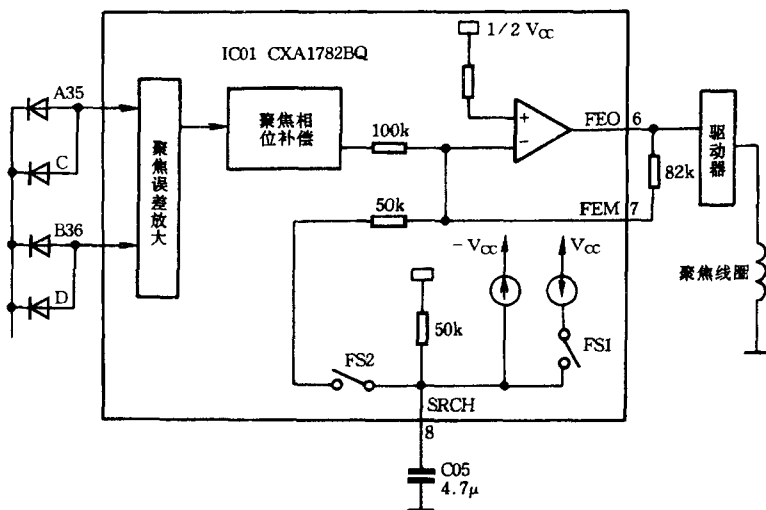

图5 聚焦伺服方框图
故障原因分析与排除方法 从故障现象来看,估计故障部位是在聚焦伺服电路中。图 5 表示 CXA1782BQ 的聚焦伺服方框图,内含聚焦伺服电路和聚焦搜索电路。片子正常工作时,通过聚焦伺服电路,调整激光头物镜的位置,使碟片信号面处于激光束的焦点位置。光电管检测从碟片信号反射回来的激光,然后转换成电信号,经放大、补偿,最后经聚焦误差放大器及驱动电路送入聚焦调节电磁线圈,驱动物镜作上下运动。第一次读取碟片信号时,激光头物镜都不处于聚焦误差 S 形曲线的跟踪范围,这时,控制器使 FS2 开关闭合,聚焦搜索电路开始工作。通过 FS1 开关的导通和断开形成的聚焦搜索信号经 FS2 开关、50k Ω 电阻后进入聚焦误差信号放大器,再进入驱动器电路后,使激光头物镜作较大幅度的升降,然后进入 S 形聚焦曲线的负反馈区域时,控制器输出一个聚焦 OK 信号(FOK),使 FS2 开关断开,这样就断开聚焦搜索信号,同时系统进入聚焦伺服状态。用来作为聚焦搜索波形的时间常数的电解电容 C05(外接于集成电路 CXA1782BQ 的③脚)反接时,第一次开机,由于电容 C05 上无电荷,所以能产生一个较大幅度的聚焦搜索波形,使激光头物镜进入 S 形聚焦曲线的负反馈区域内,从而形成聚焦 OK 信号,所以读碟正常。但当第二次读碟时,电容上充满了电荷,不能进行正常充放电,只能产生一个幅度较小的聚焦搜索波形,物镜无法进入负反馈区域,不能形成聚焦 OK 信号,面板显示屏只好显示“NO DISC”。